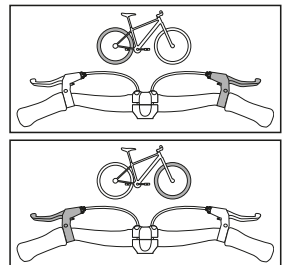

Fig. 1: Bremsegrebenes tilknytning
- ↳ Sæt dig ind i bremsegrebenes tilknytning. Det højre bremsegreb virker på baghjulsbremsen, mens det venstre bremsegreb virker på forhjulsbremsen (se Fig. 1). Henvend dig til din cykelhandler, hvis du vil have ændret bremsegrebenes tilknytning.